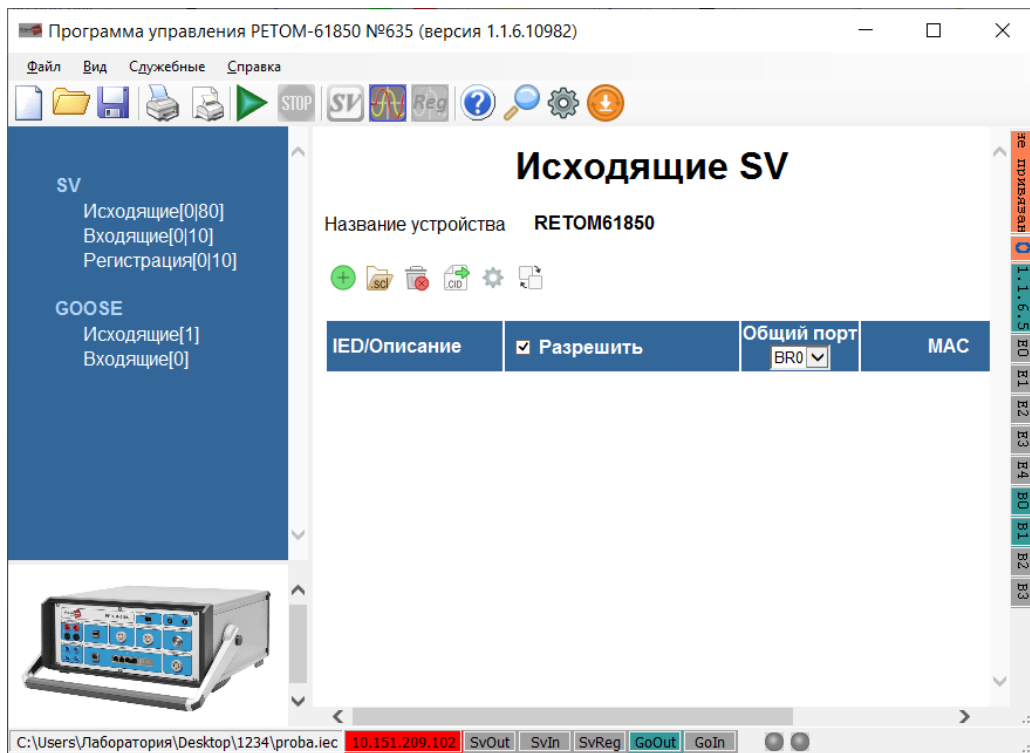

Рис. 72. Окно программы управления РЕТОМ-61850
24) Привязку перед началом работы необходимо выполнять только в том случае, если в предыдущем сеансе работы с устройством управление производилось с другого компьютера [15]. Если привязка устройства к ПК не осуществлена, то после нажатия кнопки «Ок», на статусной панели в окне программы управления РЕТОМ-61850 отобразится информация «не привязан» (рис. 72).